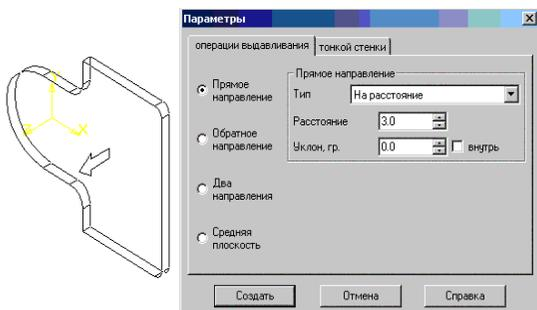

Рис. 50
13. В появившемся диалоговом окне Параметры для выдавливания 3-мерной модели подвески задайте параметр толщины подвески  $s_3=3\text{мм}$  – «На расстояние» 3мм (см. рис.50).
15. В появившемся диалоговом окне Параметры для выдавливания 3-мерной модели державки задайте параметр толщины державки s3=3мм «На расстояние» 3мм (см. рис.50).